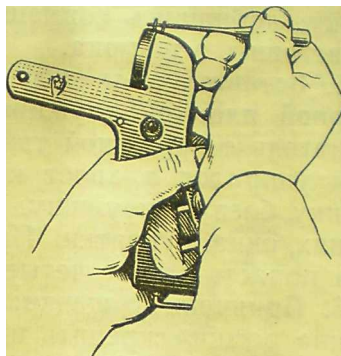

Рис. 25. Отделение пружины бойка
7. Отделить боек от рамки: вынуть выколоткой пружину бойка (рис. 25) и отделить боек.